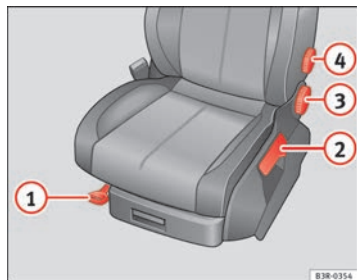

Abb. 106 Bedienelemente am Fahrersitz
- Den Hebel ① ⇒ Abb. 106 hochziehen und den Sitz in die gewünschte Position verschieben.
- Den Hebel ① loslassen und den Sitz weiter schieben, bis die Sitzverriegelung einrastet.
- Den Hebel ② ⇒ Abb. 106 mehrmals nach oben ziehen, bis die gewünschte Position erreicht ist.
- Das Handrad  ⇒ Seite 140, Abb. 106 drehen, um die Neigung der Lehne entsprechend einzustellen.
- Die Lehne entlasten und das Handrad  ⇒ Seite 140, Abb. 106 drehen, um die Lendenwirbelstütze einzustellen.